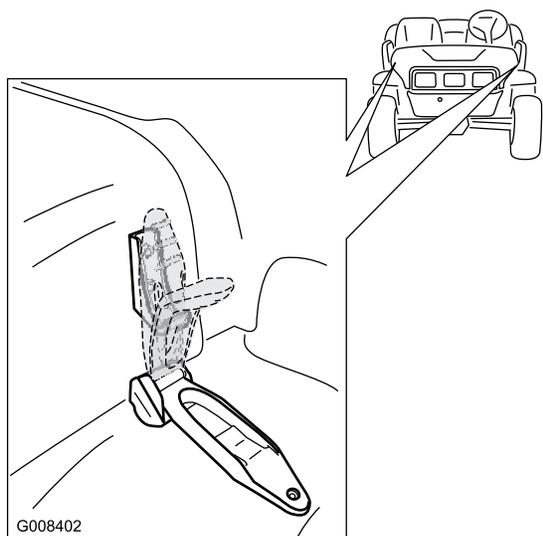

Figura 21
1. Allentate le linguette di gomma sui due lati del cofano (Figura 21).